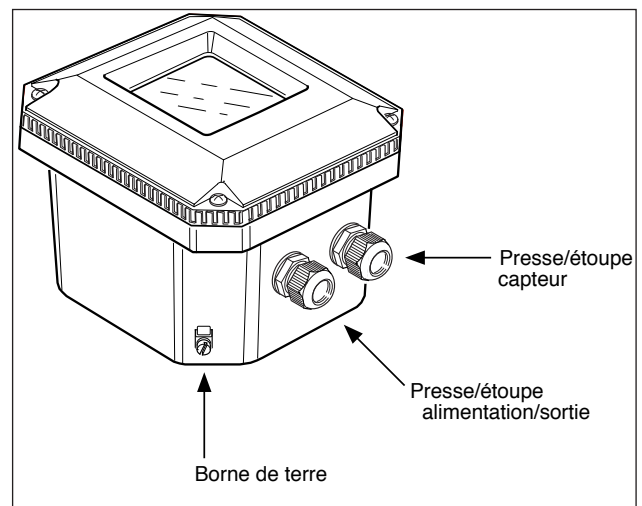

Figure 3-5. Presse-étoupe utilisés pour le câblage
4. Raccorder l'entrée de capteur, utiliser le presse-étoupe de droite (voir fig. 3-5). Mettre l'appareil sous tension. Mettre en route en utilisant les réglages programmés ou en ajustant les réglages.